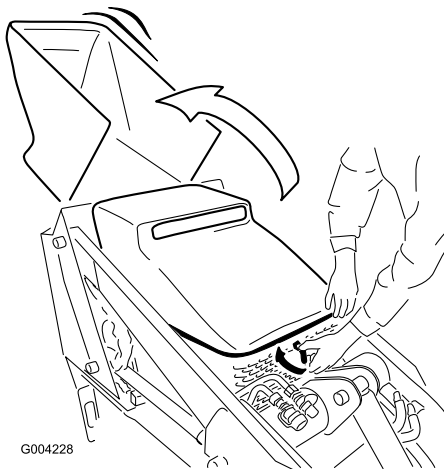

Figura 21
1. Gire el cierre del capó en el sentido de las agujas del reloj (Figura 21).
2. Levante el capó (Figura 21).